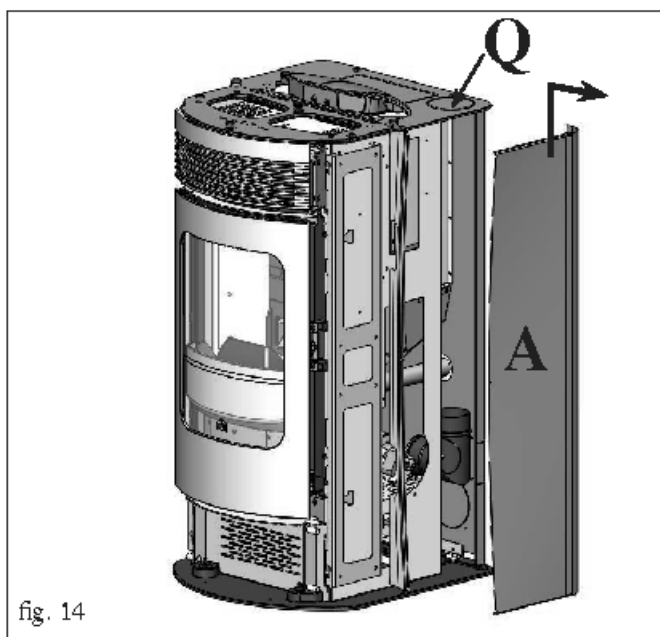

fig. 14
- Enlever le couvercle de fermeture (Q - fig. 14)